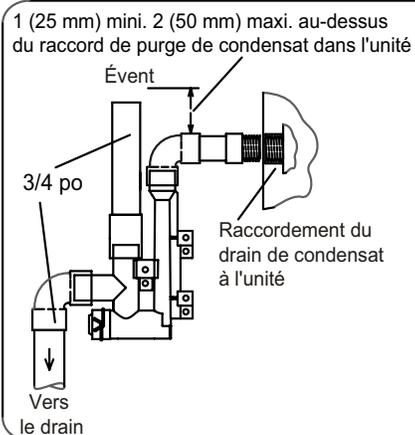

FIGURE 54
- 3 - Installez le bouchon sur l'ouverture de nettoyage à la base du purgeur. Fixez avec le collier. Reportez-vous à la FIGURE 54.
- 4 - Installez le purgeur avec des raccords en PVC appropriés et collez tous les joints. Collez le purgeur fourni comme illustré à la FIGURE 54. Acheminez le conduit de condensat jusqu'à un drain ouvert.